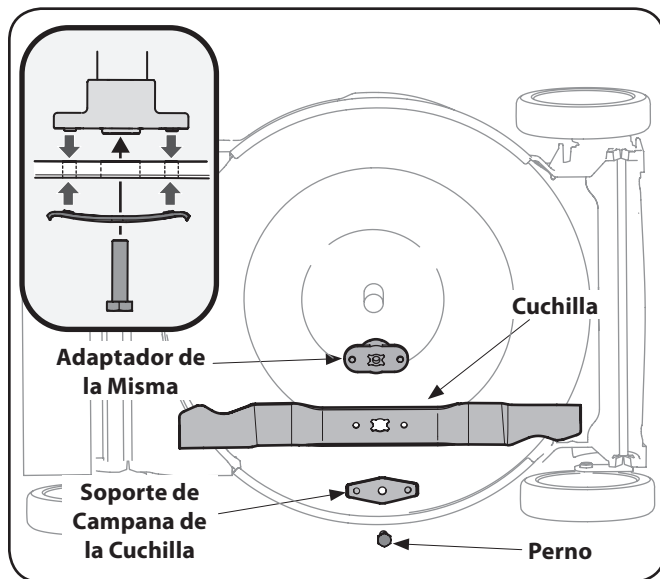

Figura 7-1
2. Saque el perno y el soporte de campana de la cuchilla que sostienen la cuchilla y el adaptador de la misma al cigüeñal del motor, Figura 7-1.
3. Saque la cuchilla y el adaptador del cigüeñal, Figura 7-1.